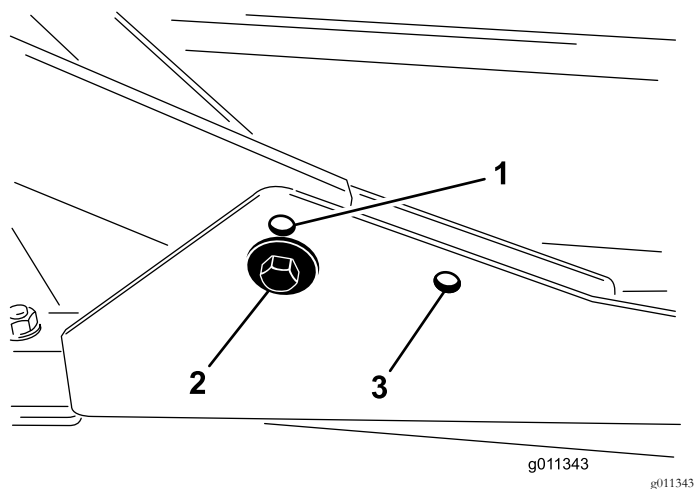

Figure 8
1. Pour les hauteurs de coupe entre 2 et 7,6 cm, montez les bâtis porteurs avant dans les trous inférieurs avant (Figure 8).
2. Pour les hauteurs de coupe entre 6,3 et 10 cm, montez les bâtis porteurs avant dans les trous supérieurs avant (Figure 8).
Quelle que soit la hauteur de coupe, le plateau de coupe arrière doit être monté dans les trous de montage arrière (Figure 8).